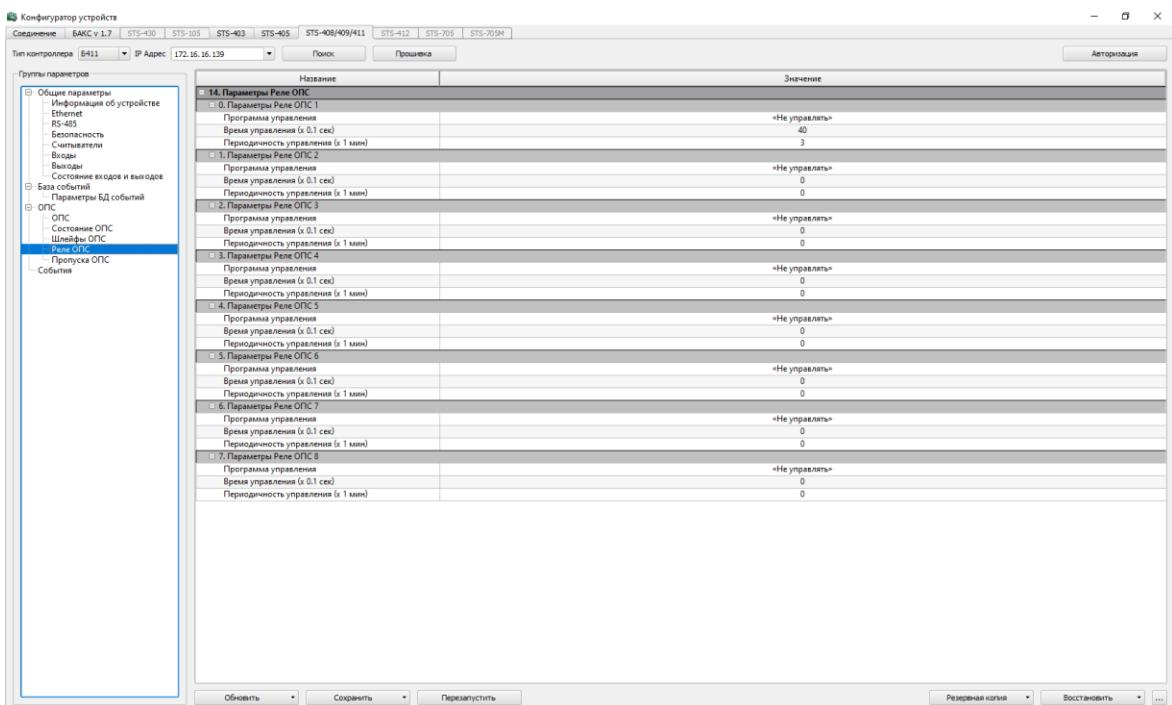

Рисунок 27 – Реле ОПС
- Реле ОПС – здесь содержатся параметры всех реле с возможностью настройки (рисунок 27)